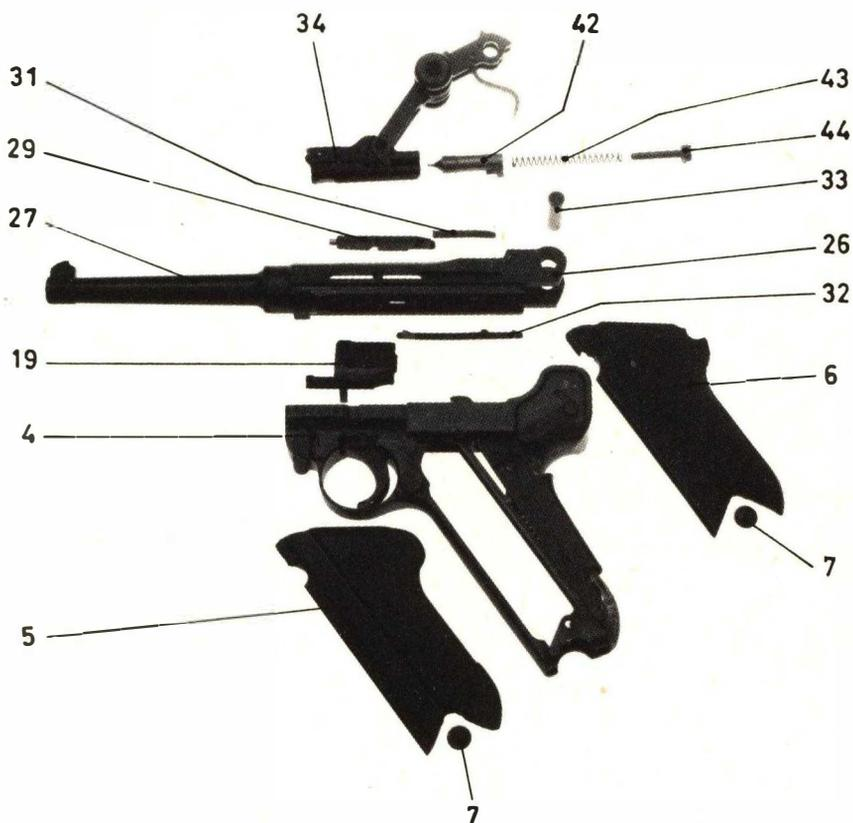

Figure 11
3. Le nettoyage approfondi (Figure 11)